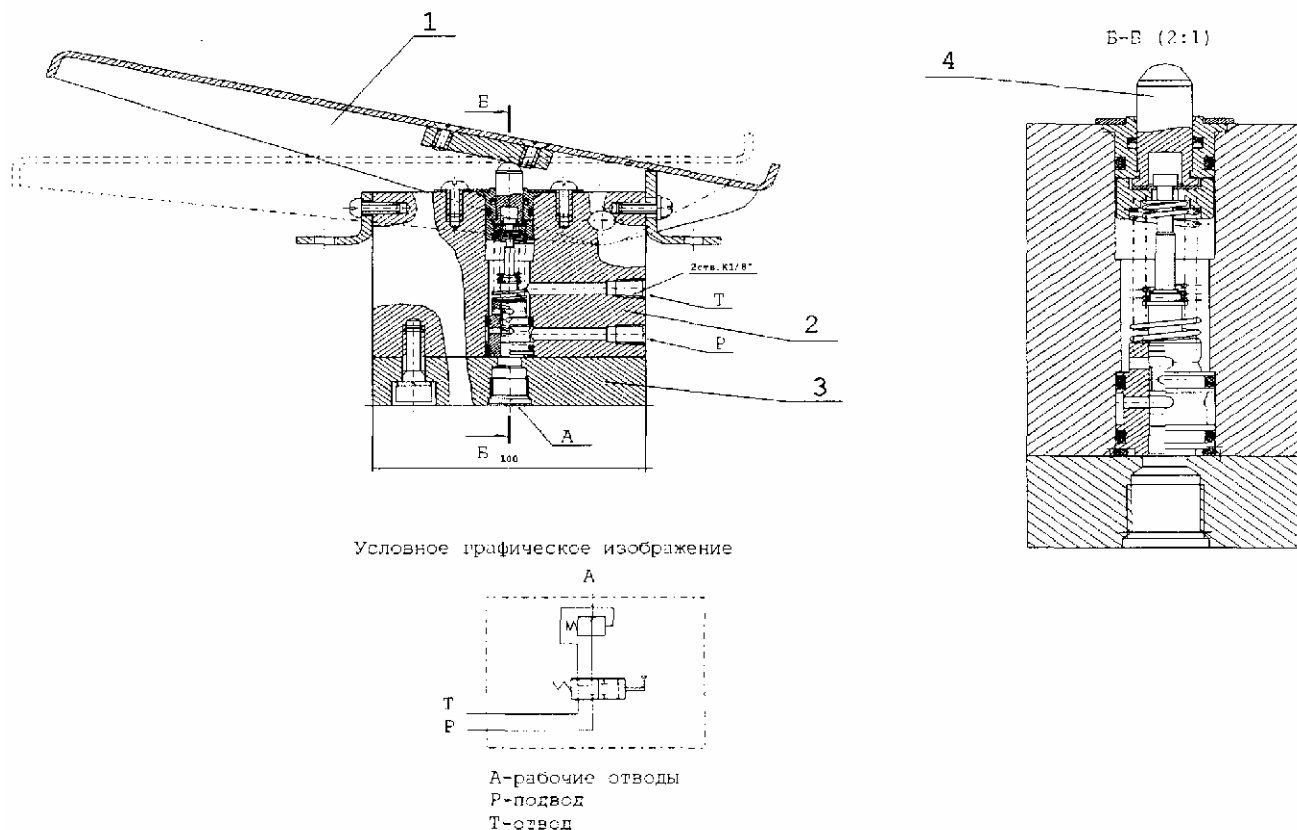

Рис. 52 Блок управления педальный
4) блок управления IV (рис. 52) - педальный однозолотниковый.